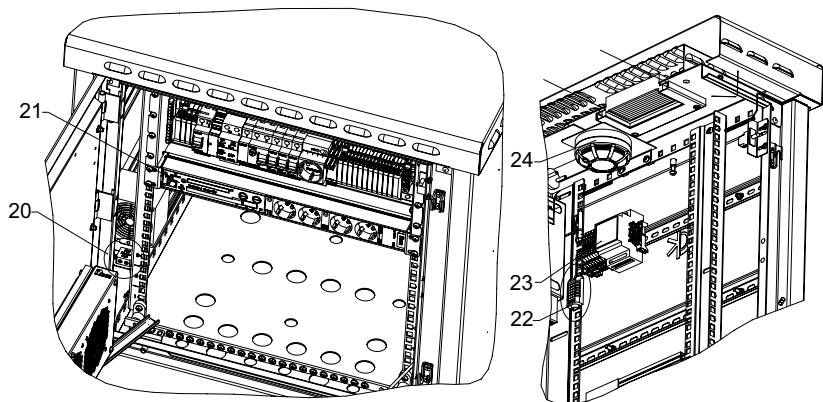

Рисунок 9. Контроллер МСх и датчики в шкафах ШТВ-1 и ШТВ-2
- контроллер А2 (поз.21, рис. 9);
- датчик протечки воды SL1 (поз. 20, рис. 9).
- модуль управления микроклиматом Ret R-МСх-DMTH (А1) (поз. 23, рис. 9, только в шкафах с исп. Т1 вместо биметаллического термостата);
- извещатель пожарный дымовой BL1 (поз. 24, рис. 9);
- датчик влажности и температуры цифровой ВК1 (поз. 22, рис. 9);